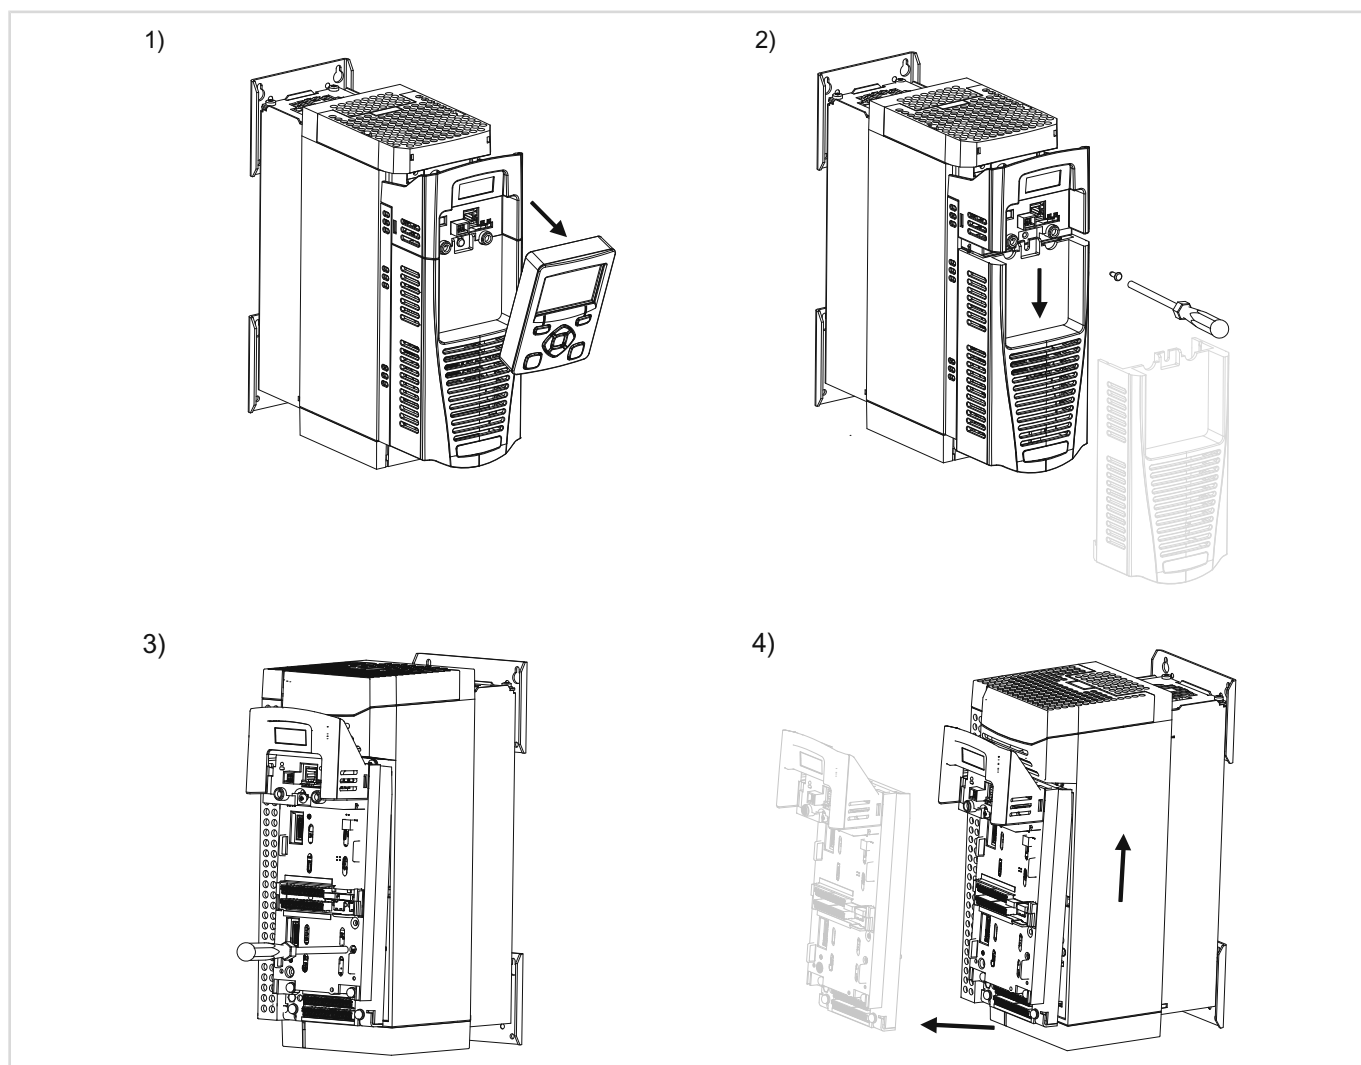
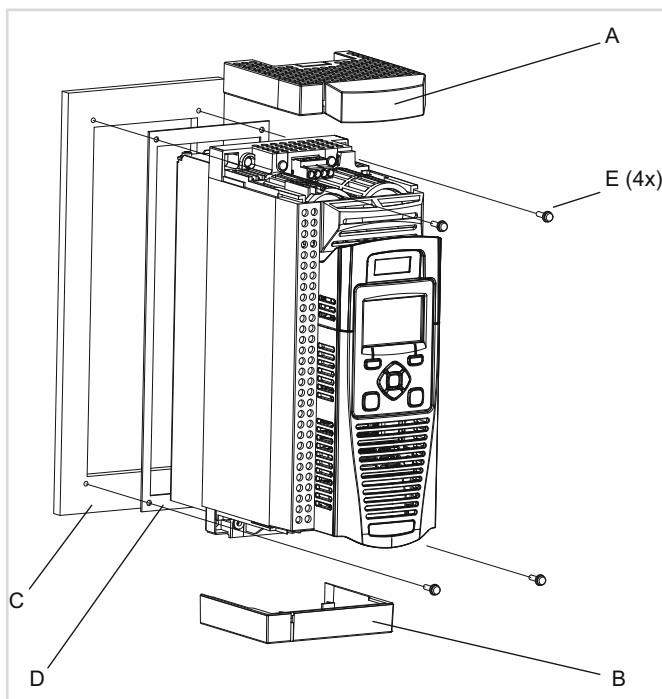

Рис. 7: Снятие модуля управления
Рис. 8: Детальное представление сквозного монтажа (на примере преобразователя частоты типа FDU)
Графические пояснения см. на рис. 7 (стр. 12) и рис. 8 (стр. 13).
У преобразователей частоты этих типов, для того чтобы можно было сдвинуть вперед и снять верхнюю крышку корпуса, нужно демонтировать модуль управления (см. рис. 7, стр. 12).
Снятие модуля управления (см. рис. 7, стр. 12):
У преобразователей частоты этих типов, для того чтобы снять верхнюю крышку корпуса, не нужно демонтировать модуль управления (см. рис. 8, стр. 13).
- В комплекте аксессуаров: прилагаемое уплотнение (D) установите на преобразователь частоты по кругу таким образом, чтобы зазор между стенкой распределительного шкафа (С) и преобразователем частоты был загерметизирован.
- Закрепите преобразователь частоты VARIPACK с помощью 4-ых крепежных винтов на стенке распределительного шкафа (см. рис. 8, стр.13).